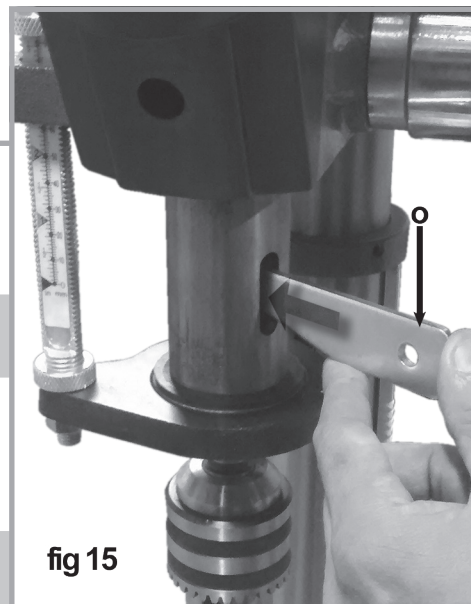

fig 15
3. Insérez la clavette chasse-cône (o, fig 15), et tout au long de la bobine.